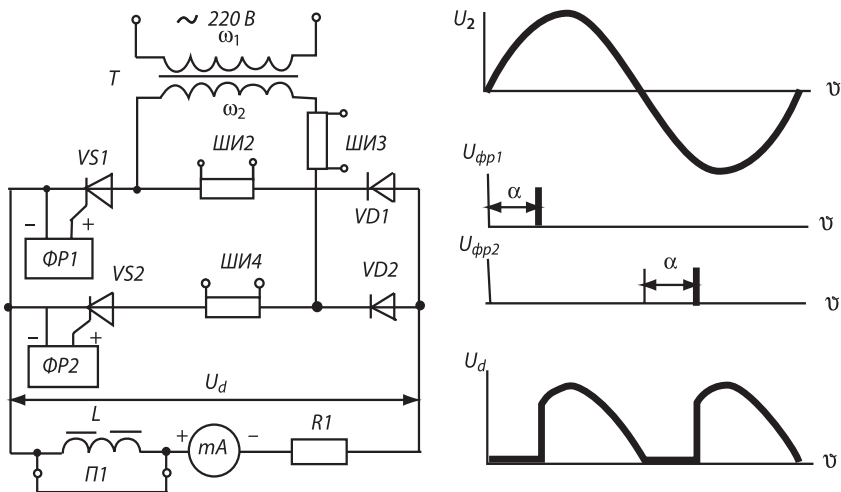

Рис. 6.1. Принципиальная схема и временные диаграммы работы полупроводникового выпрямителя
1.2. Собрать схему рис. 6.1.
напряжения со сдвигом на угол управления α относительно начала полупериода (см. рис. 6.1). Регулирование одноименным регулятором изменяет величину среднего значения выпрямленного напряжения U_d . Установить $R2 = 50$ Ом. Включить питание стенда и фазорегулятора.